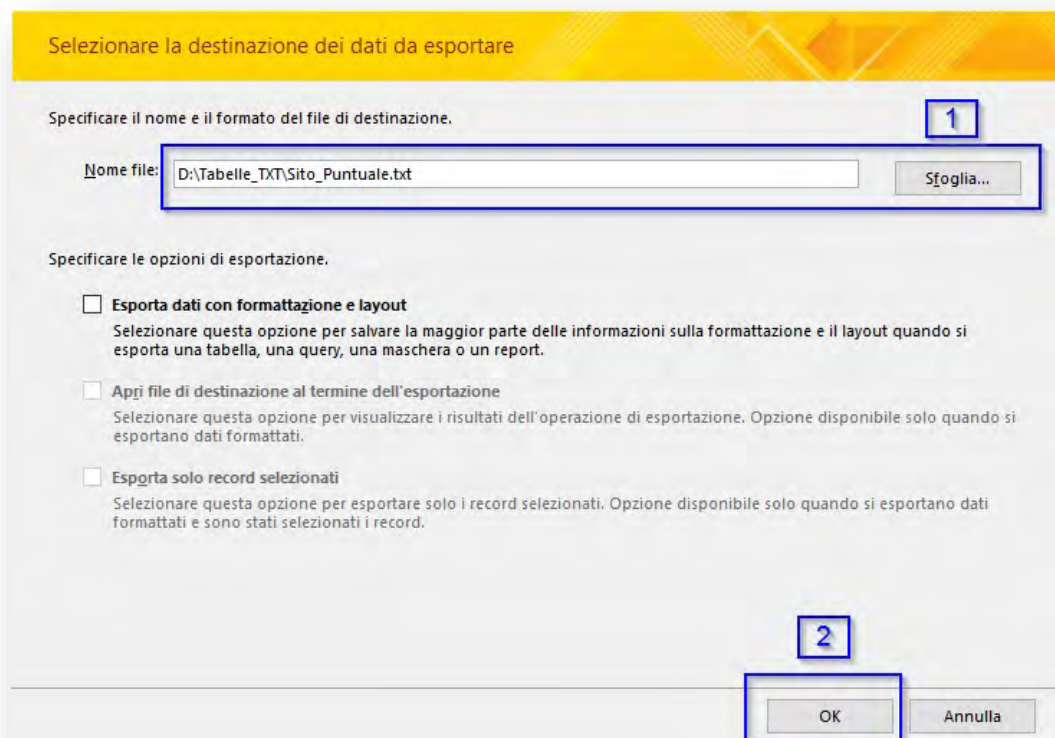

Figura 9 – Selezione della cartella di salvataggio dei file .txt
4. si aprirà la finestra “**Esporta – File di testo**” (Figura 9) dove verrà richiesto di selezionare la directory di salvataggio e il nome del file TXT di output. Lasciare invariato il nome di default del file (nell’esempio “**Sito_Puntuale.txt**”) e selezionare la cartella di destinazione. Lasciare inalterate le altre opzioni e premere il pulsante “**OK**”;